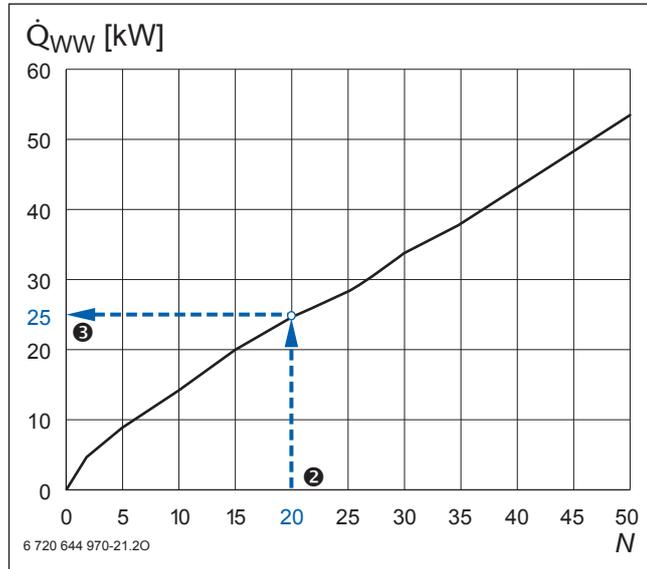

Bild 23 Kesselzuschlag für die Warmwasserbereitung nach der Bedarfskennzahl N ; Beispiel blau hervorgehoben
3. Die Kesselleistung \dot{Q}_K muss mindestens so groß sein wie die Summe aus dem Wärmebedarf des Gebäudes $\dot{Q}_{N, \text{Geb}}$ und einem Kesselzuschlag \dot{Q}_{WW} für die Warmwasserbereitung. Als Schätzwert wird die Größe der Bedarfskennzahl N als Kesselzuschlag (in kW) angenommen. Ein Berechnungswert für die Höhe des Kesselzuschlags \dot{Q}_{WW} ergibt sich aus Bild 23.
AbleSEN (→ Bild 23)
Im Bereich 20 ... 30 Wohnungen überwiegt der Leistungsbedarf für den Speicher, der Heizkessel ist also größer auszulegen. Ob die Vergrößerung ausreicht, ist aus Bild 23 abzulesen.
- Differenz bilden und diese mit Bild 23 vergleichen.